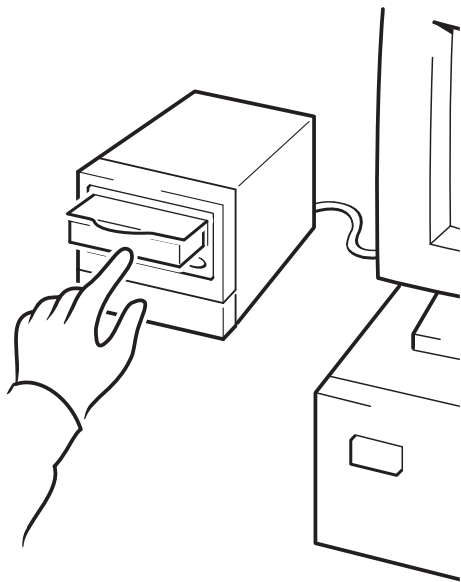

图 10a: 使用 HP OBDR, 第 1 步
- 1 在磁带机中插入最新的可引导盒式磁带（请参见图 10a）。盒式磁带必须由备份应用程序写入，它以 CD-ROM 格式向磁带中写入数据。